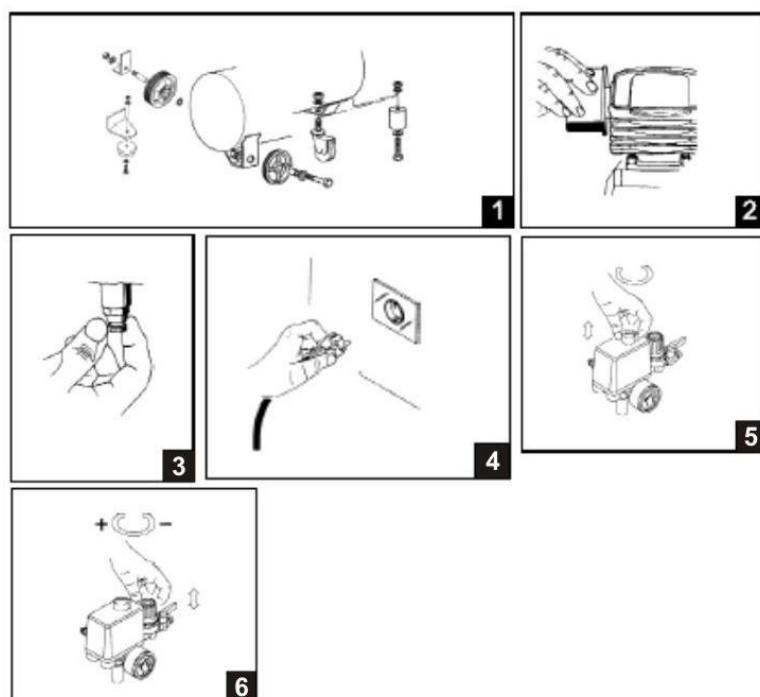

Рис.3. Порядок инсталляции компрессора
Разблокируйте ручку регулятора давления, подняв ее вверх рисунок 3 (6).